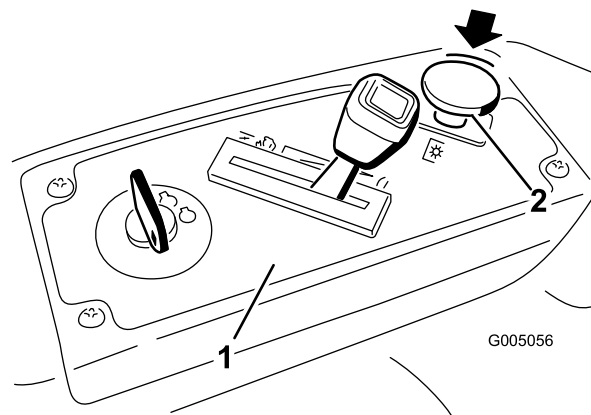

Figure 10
2. Désengagez les lames en plaçant la commande des lames en position Désengagée (Figure 10).